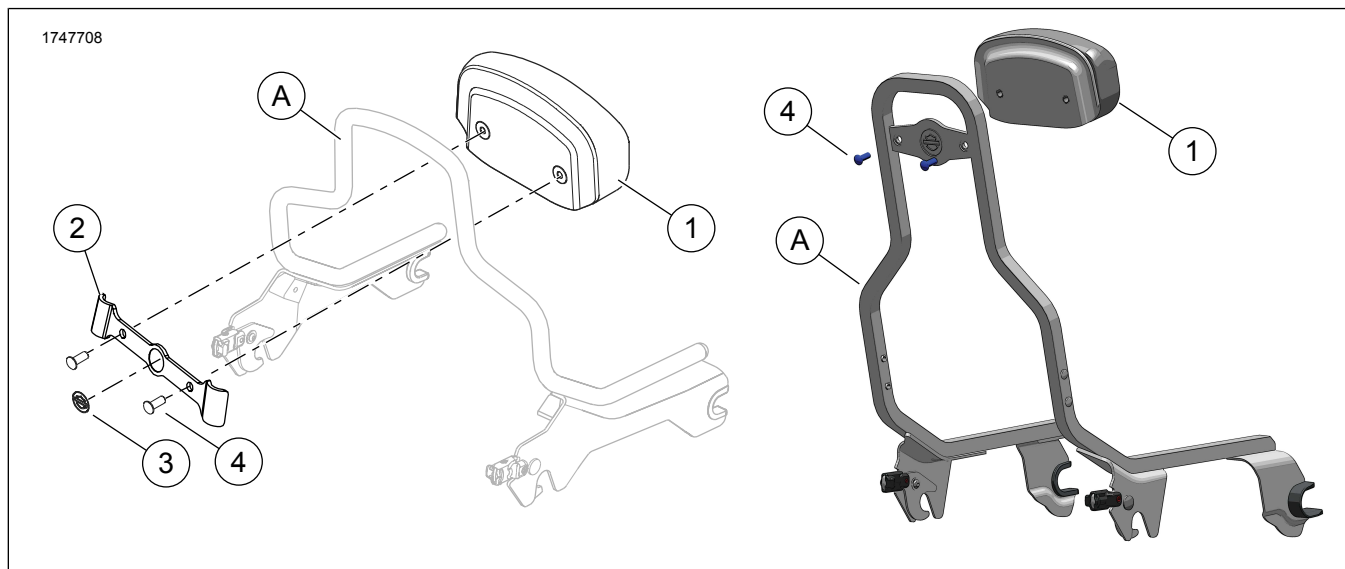

Рисунок 1. Содержимое комплекта Комплекты компактной спинки
1. Рисунок 1 Расположите подушку спинки (1) так, чтобы контур в основании был выровнен с верхней частью ОЕ вертикальной пассажирской спинки (А).
- Стороны кронштейна (3) не симметричны. Ширина в верхней части меньше, чем ширина внизу.
- Используйте водный раствор изопропилового спирта 50:50, чтобы тщательно очистить поверхность ОЕ вертикальной спинки (А) до установки кронштейна (2). Дайте поверхности просохнуть. Установите при комнатной температуре. 10–32 °C (50–90 °F)
2. Удалите клейкую основу с левой и правой стороны кронштейна (3).
3. Рисунок 1 Поместите монтажный кронштейн против подушки так, чтобы ОЕ вертикальная пассажирская спинка (А) располагалась между подушкой (1) и кронштейном (2).
4. Установите кронштейн (2) и сильно вдавите его ОЕ в вертикальную пассажирскую спинку (А).
5. Вставьте винты (4). Затяните.
1. Рисунок 1 Используйте водный раствор изопропилового спирта 50:50, чтобы тщательно очистить поверхность ОЕ вертикальной пассажирской спинки (А) до установки кронштейна (2). Дайте поверхности просохнуть. Установите при комнатной температуре.
1. Рисунок 1 При необходимости срежьте пластиковое уплотнение с предварительно сделанных отверстий под винты в подушке спинки (1), чтобы предотвратить попадание пластика на резьбу.
2. Расположите подушку спинки (1) так, чтобы контур в основании был выровнен с верхней частью ОЕ вертикальной пассажирской спинки (А).
- Рисунок 1 Используйте водный раствор изопропилового спирта 50:50, чтобы тщательно очистить поверхность ОЕ вертикальной пассажирской спинки (А) до установки кронштейна (2). Дайте поверхности просохнуть. Установите при комнатной температуре. 10–32 °C (50–90 °F)
4. Рисунок 1 Поместите монтажный кронштейн (2) против подушки (1) так, чтобы OE вертикальная пассажирская спинка (A) располагалась между подушкой и кронштейном.
5. Установите кронштейн (2) и сильно вдавите его в OE вертикальную пассажирскую спинку (A).
6. Рисунок 1 Вставьте винты (4). Затяните.
1. Рисунок 1 Выровняйте подушку (1) и кронштейн (2).
2. Установите винты (4). Затяните.